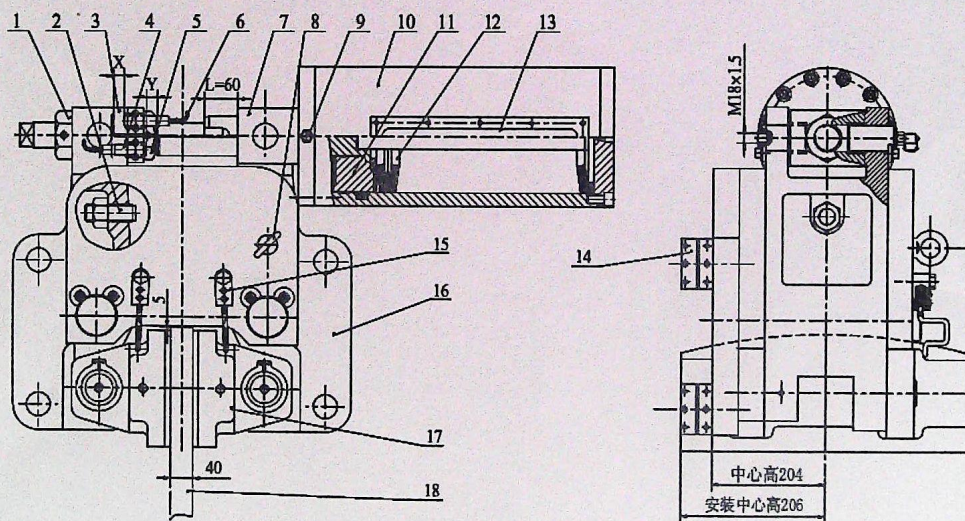
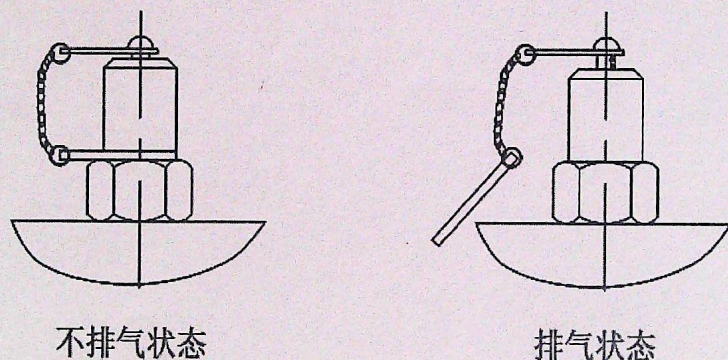

图1
图4
SBD-C 型制动器使用液压驱动释放, 碟形弹簧施力制动, 其结构如图 1 所示。其工作原理如下: 当液压站中的压力油通过电磁阀的控制进入制动器油缸, 液压油进一步压缩碟簧并同时推动活塞杆带动两制动臂外张, 制动力矩消除; 当电磁阀失电复位时, 液压油在弹簧力的作用下回流至液压站油箱, 同时弹簧力经活塞杆通过制动臂施于制动盘上, 建立规定的制动力矩。
a. 在制动器安装前先要将液压站安装调试好(液压站的安装调试请参考液压站的使用说明书), 排好液压管路, 制动器油缸进油接头螺纹为 $M18 \times 1.5$ (见图 1), 液压管路通径要 10mm 以上, 制动器在退距 2mm 时要求的总进油量为 270mL;
b. 在使用和调整制动器之前, 要对制动器油缸进行排气, 方法为: 在制动器油缸的最高处(顶部)有一个测压和排气两用接头(图 1 中件 9), 螺纹规格为 M16。测压时卸下护帽, 接上测压组件既可; 排气时把护帽上的防跌套环拿下, 再拧紧护帽便可, 具体如图 4 所示, 排气完后要恢复原样。
a. 夹紧力的调整: 用电控操作或手动泵将制动器打开, 松退锁紧螺母, 向制动臂方向旋转调整螺母(图 1 中件 5)一定距离, 再将制动器闭合, 观察活塞杆(无螺纹段)露出油缸端面长度尺寸 $L=60\text{mm}$ (如图 1 所示) 时, 夹紧力便达到额定值, 停止旋转调整螺母, 将锁紧螺母(件 1) 并紧。
(参见图 1)。调整时先将制动器打开,用手掰动制动瓦,观察其是否松紧适度(正常情况下,开闸时随位装置使制动衬垫表面与制动盘贴合面保持平行,太松容易跑偏,太紧不能自动随位),若不正常,则调整随位调节螺栓(件 15),直到合乎要求为止。
c. 退距均等的调整:打开制动器,观察两边制动瓦与制动盘的间隙是否一致,若不一致,则调节退距调整装置(参见图 1)使其相等。调节方法是:先拧松退距调整装置的锁紧螺母(两侧),那边间隙大,则将这一边调整螺栓往里紧(或将另一边调整螺栓往外退),然后让制动器开闭 3-5 次,观察两边退距是否均等,如不符合要求,则重复上述步骤,直至相等为止,最后并紧两侧锁紧螺母。
制动器上安装有开合闸指示开关(图 1 中件 4)和一个衬垫磨损指示开关(件 6)。此两开关为交流两线式接近开关,触点常开,电源电压 DC12~300V 时,触点容量 3~300mA;电源电压 AC 20~250V 50/60Hz 时,触点容量 3~400mA。
行程开关的调整主要是调节其对应位置,方法如下:拧松开关座上的两个锁紧螺钉(不要拆下),使开关可前后移动,用卡尺测量 X、Y 尺寸,使其符合下表的规定(参考图 1):如不符合则移动开关至达到要求为止,最后拧紧锁紧螺钉。
当制动衬垫的磨材厚度小于 3mm 时必须更换(衬垫总厚度 20mm, 其中钢底板厚 11mm), 方法如下(参考图 1):
- b. 将制动瓦(图 1 中件 17)整体拆下, 将衬垫紧固螺栓拧松, 然后取出衬垫;